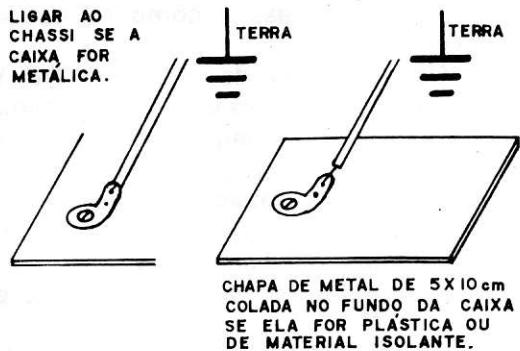

Figura 17
j) O negativo da bateria pode ser ligado ao chassis ou caixa do aparelho, melhorando assim o seu desempenho, por formar uma blindagem. Se a caixa for plástica, cole no seu fundo, (do lado de fora) uma folha de metal (alumínio, cobre, lata) e ligue à mesma o fio terra indicado na figura 17.